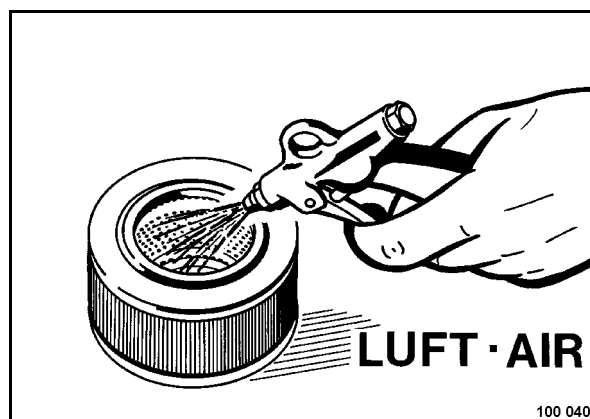

Fig. 68
- Limpiar el filtro de aire (Fig. 68) soplando con aire comprimido seco (máx. 5 bar (72 psi)) desde el interior hacia el exterior.